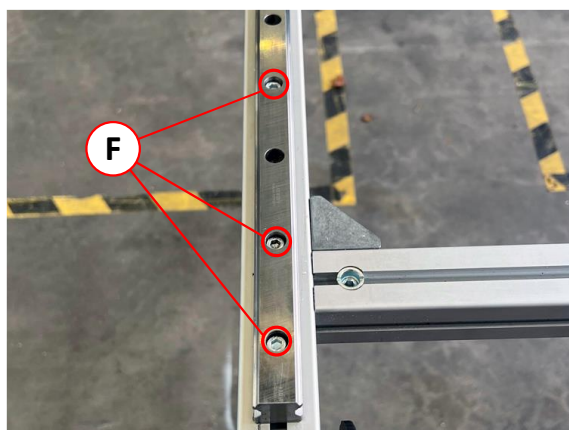
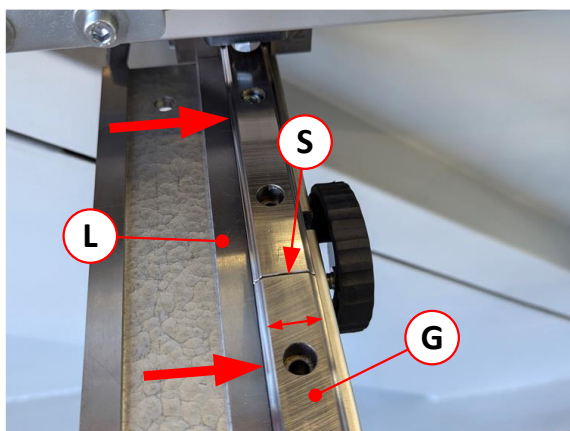

Figure 11 : disposition des vis de fixation du guide (F)
Figure 15 : vérifier l'alignement au niveau de la jointure
9. Placez une règle de contrôle (L) sur le côté du rail de guidage (G) du châssis fixe et de l'élément à monter (voir ⇒ Figure 15).
10. Vérifiez maintenant l'alignement entre le rail de guidage avant et le rail de guidage arrière au niveau de la jointure (S):
- Si ce n'est pas le cas, desserrer toutes les vis de fixation (F) - voir ⇒ Figure 11 - et adapter le rail de guidage (G) à la règle de contrôle en le déplaçant manuellement jusqu'à ce qu'il n'y ait plus de fente. Resserrer ensuite toutes les vis de fixation (F).